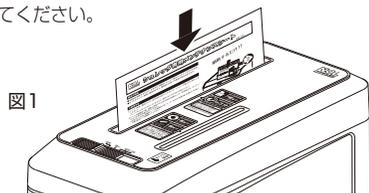
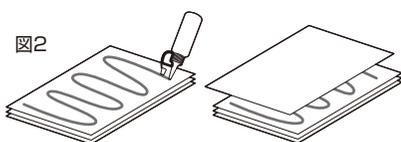

図1 シートに表記されている矢印の向きに従って、1枚投入してください。
図2 ①コピー用紙を3~4枚重ね、②オイルを塗った紙の上に、1番上にオイルを塗って、もう1枚紙を重ねてください。
- 細断能力が低下し、頻繁に細断くすがつまるといった場合は、シュレッタ専用メンテナンスシートを右の図1のように細断するか、ボトル入りの専用オイル(ISO-030)を図2のように準備し、そのまま細断してカッター部をお手入れしてください。